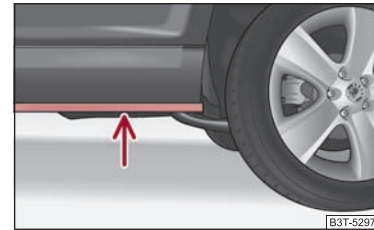

Fig. 181 Puntea de pe lonjeronul inferior al autovehiculului
- Înainte de a trece prin apă, stabiliți adâncimea apei. Apa trebuie să ajungă maxim până la puntea lonjeronului inferior al autovehiculului ⇒ fig. 181.